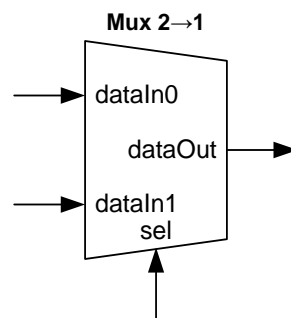

Figura 5 – Interface do multiplexador 2→1.
1. Escreva no seu *log book* código VHDL para definir um multiplexador 2:1 com interface de acordo com a Figura 5 e arquitetura baseada num processo (*process*).